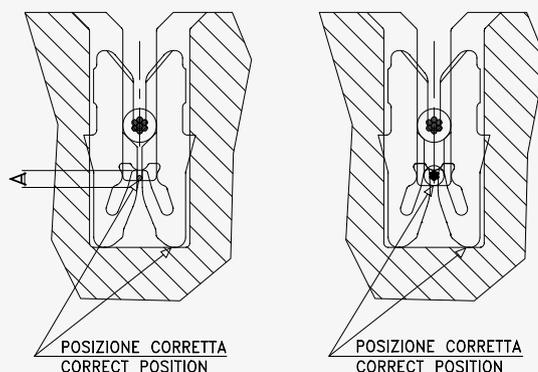

Fig. 14
- La corretta posizione dei fili smaltati o cavetti isolati a trefoli o rigidi, si può riscontrare visivamente. Questi dovranno risultare nel tratto rettilineo tra le due alette (fig. 14). Questo tratto attivo è pari a circa mm 0,40.
- The correct position of the magnet wire or standard lead or solid wire, can be check to seeing, Those have to be in the parallel area between two wings (fig. 14). This active area is about mm 0,40.